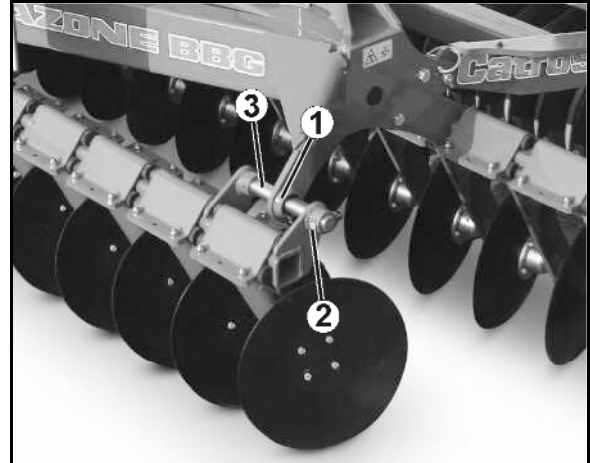

Рис. 74
Для заміни ролика (Рис. 74/1) розташуйте розкладену машину так, щоб ролик був вільний від навантажень.
1. Послабте (Рис. 74/2) різьбові з'єднання.
2. Вийміть гільзу (Рис. 74/3).